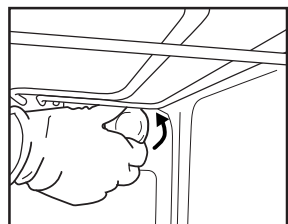

Fig. 6
2. Draai het beschermkapje los (fig. 6), vervang het lampje (zie de opmerking voor het type lampje) en draai het beschermkapje weer vast.